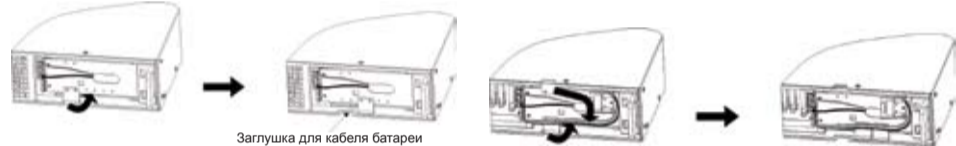

Рисунок 2 Снятие заглушки для кабеля дополнительной батареи
2. На обратной стороне лицевой панели ИБП снимите заглушку для кабеля дополнительного батарейного блока (см. рисунок 2).